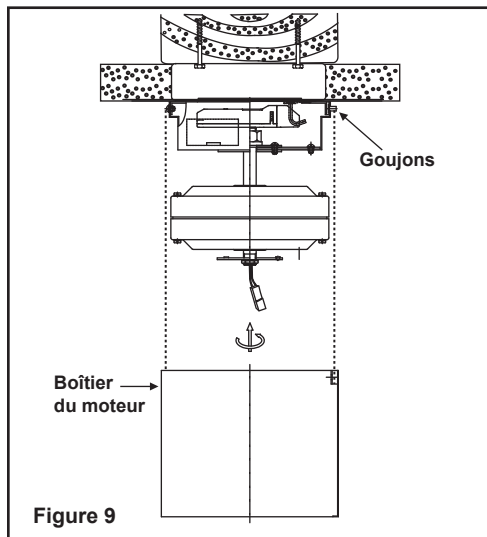

Figure 9
Étape 2. Soulevez le boîtier du moteur et placez-le contre le support de fixation. Les quatre supports à l'intérieur du boîtier doivent être placés contre les quatre goujons du support de fixation. Tournez le boîtier dans le sens horaire jusqu'à ce qu'il soit serré (Fig. 9).